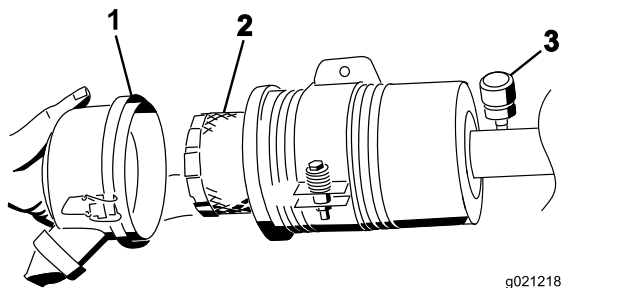

Figura 73
4. Togliete il filtro e sostituitelo (Figura 73).